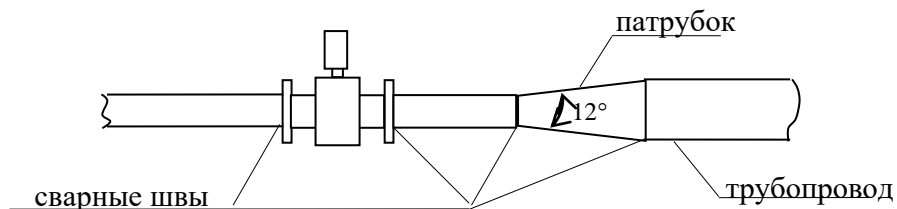

Рисунок 1
- внутренний диаметр трубопровода в месте разрыва должен быть равен D_u преобразователя с отклонением, не превышающим отклонения на внутренний диаметр стандартных труб по ГОСТ 8732-78; если отклонение диаметра превышает оговоренное ГОСТ 8732-78, то между преобразователем и трубопроводом следует приварить, выполняя требования к соосности, конические патрубки конусностью не более 12° (см. рисунок 1); допускается использовать вместо конических патрубков концентрические переходы по ГОСТ 17378-2001;